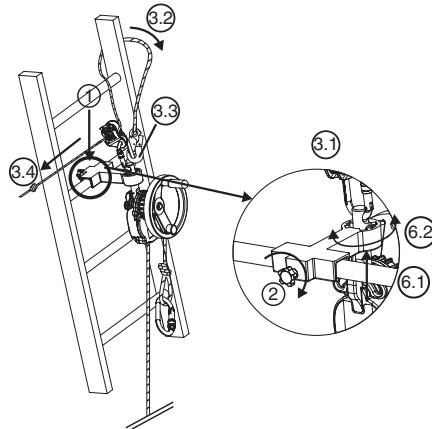

Fig. 7
### 6.3.3. Aparato derope™ UP K (Fig. 7)
1. Colocar la consola de apoyo pequeña en el barrote de la escalera en la posición requerida para realizar la operación de salvamento, por encima de la persona a evacuar (Fig. 7, 1).
2. Apretar el eje de bloqueo que se encuentra en la parte trasera de la consola de apoyo mediante el botón de apriete (Fig. 7, 2).
- Fijar el conector del dispositivo de ajuste LCM 05 en el agujero de la parte superior del eje de enganche (Fig. 7, 3.1).
- Pasar la correa de aseguramiento alrededor del barrote de la escalera situado encima de la consola rodeando uno de los montantes de la escalera (Fig. 7, 3.2).
- Conectar el conector de la correa de aseguramiento en el conector del dispositivo de ajuste LCM 05 (Fig. 7, 3.3).
- Tensar la correa de aseguramiento tirando del ramal libre (Fig. 7, 3.4).
6. Orientar el aparato derope™ según la necesidad modificando la posición del eje de enganche en el dispositivo de indexación (Fig. 7, 6.1 – 6.2).